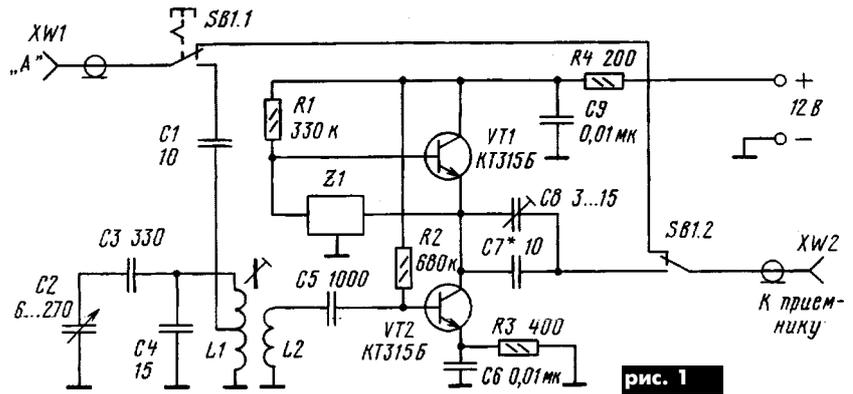

рис. 1
**“Простой КВ-конвертер для автомобильного приемника”** М. Сапожникова (“Радио”, 8/2002, с.22) дает возможность любой средневолновый приемник приспособить для приема станций в КВ-диапазонах. Конвертер (рис. 1) предназначен для подключения к автомобильному приемнику, имеющему плавную настройку или фиксированную с шагом 1 кГц (приемники с синтетизированной частотой). Его достоинством являются стабилизация частоты гетеродина и минимум намоточных элементов. Частота гетеродина стаби-